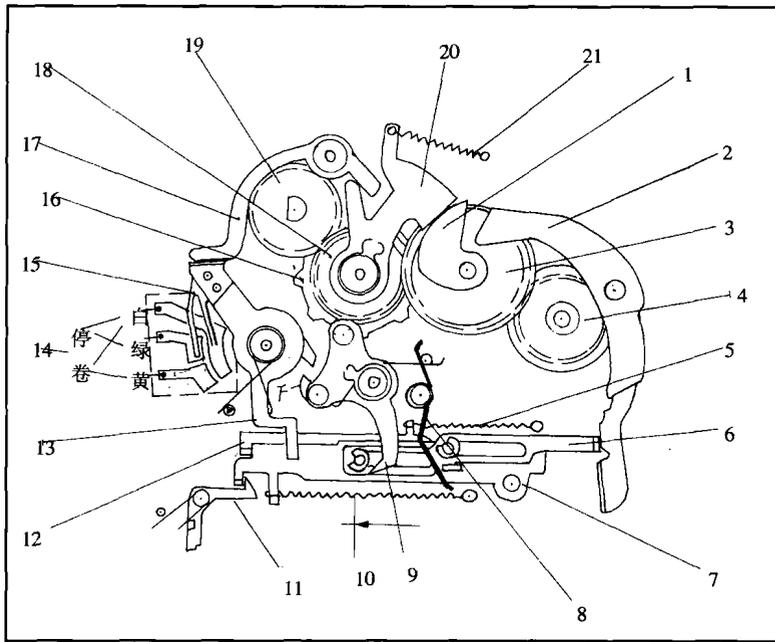

图 1-3 理光 FX-30 卷片画幅控制机构原理示意图
3. 卷片、画幅控制机构 (图 1-3)
卷片画幅控制机构动作程序，图 1-3。该机构由快门上弦凸轮 1 推动，与卷片、快门上弦、曝光机构连动。